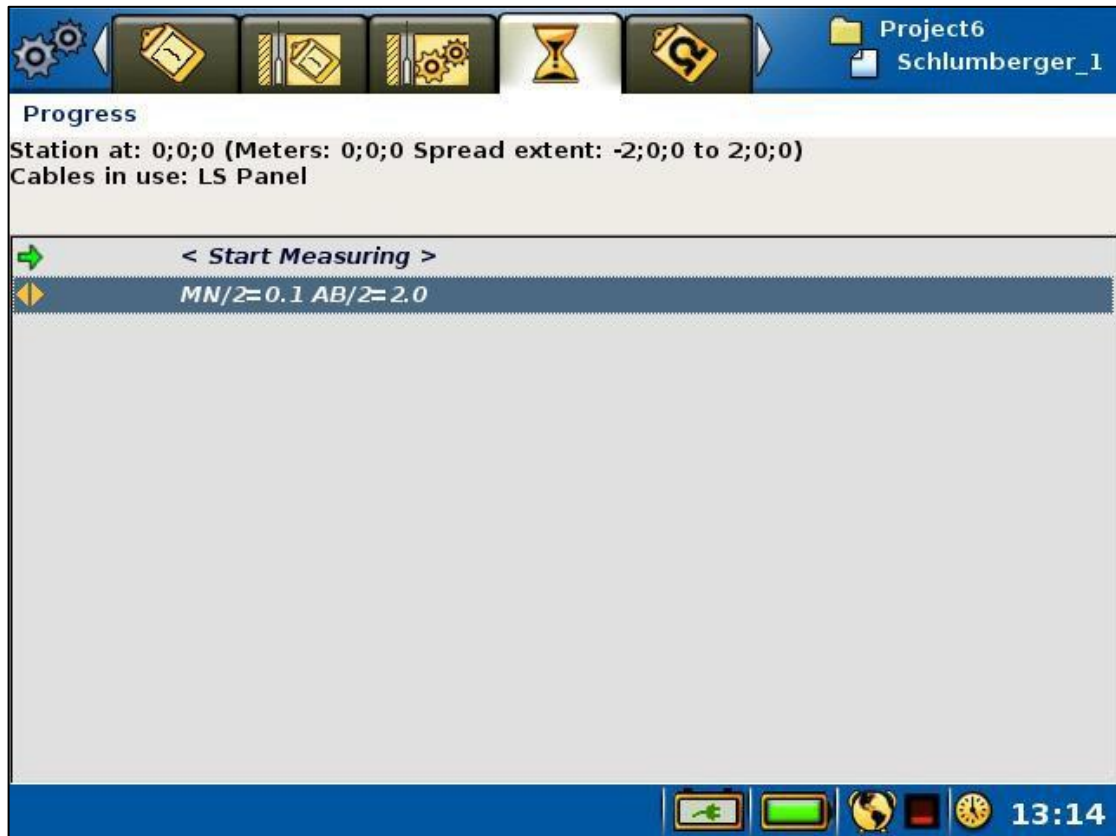

Figura 72 La página de progreso en modo VES
- La *página* "Medir/Progreso" (Figura 72) se utilizará para iniciar y detener las mediciones como de costumbre. La elección de cuál de las posiciones predefinidas de los electrodos medir también se puede configurar desde esta *página*.
En el modo VES, con un protocolo Schlumberger seleccionado, se mostrará una línea con una posición de electrodo "MN/2 y AB/2" en la página de *progreso* (Figura 72). Esta es la posición activa del electrodo y se puede cambiar usando las flechas izquierda y derecha. De este modo, es posible recorrer todas las posiciones de electrodos disponibles que están predefinidas en el archivo de protocolo; no es necesario realizar mediciones en todos los intervalos.
La *página Posiciones de electrodos* (Figura 73) enumera todas las posiciones de electrodos del archivo de protocolo. La flecha amarilla se coloca en la línea que corresponde a la posición del electrodo activo. Esta posición del electrodo es la que se muestra en la segunda fila de la página de *progreso* (Figura 72). La *página de posiciones de electrodos* estará vacía cuando el instrumento no esté en modo VES.